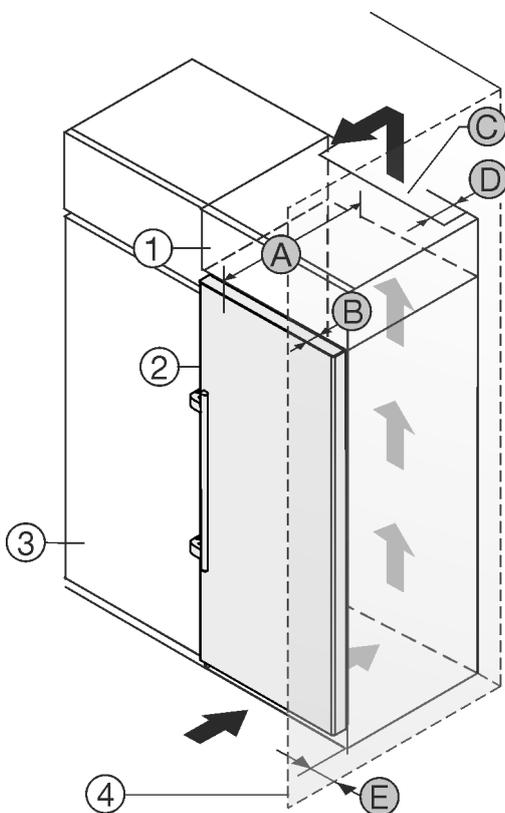

Fig. 2
Puede colocar el electrodoméstico directamente al lado del armario de cocina Fig. 2 (3).*
En la parte trasera del armario superior debe haber una cámara de salida de aire con una profundidad Fig. 2 (D) que abarque toda la anchura del armario.*
Bajo el techo de la estancia debe mantenerse la sección transversal de ventilación Fig. 2 (C).*
Si el electrodoméstico se instala con las bisagras junto a una pared Fig. 2 (4), la distancia entre el electrodoméstico y la pared debe ser de como mínimo 57 mm . Esto equivale al saliente del tirador con la puerta abierta.*
Para poder abrir totalmente la puerta, el electrodoméstico debe sobresalir la profundidad de la puerta Fig. 2 (B) respecto del frente del armario de cocina. El electrodoméstico puede sobresalir más en función de la profundidad de los armarios de cocina Fig. 2 (3) y del uso de distanciadores de pared.*